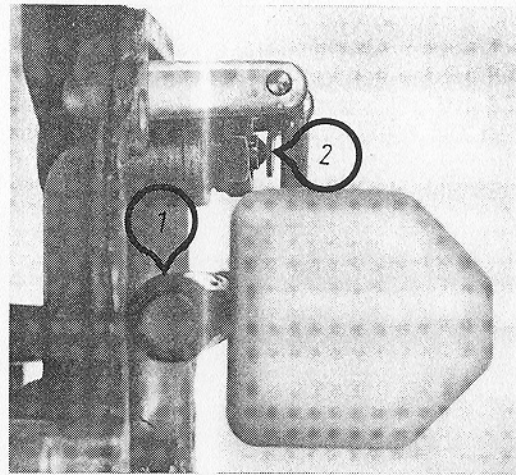

Bild 2.10 Kontrolle der Regulierung des Schwimmerstandes an der Schwimmerhebelzunge (2) durch Einlegen eines tolerierten Spiralbohrerschaftes (1)
2. Stimmt die Einstellung der Schwimmerhebelzunge und damit des Schwimmerstandes nicht, legt man zwischen Vergaserdeckel mit Dichtung und Schwimmer den Schaft eines Spiralbohrers $\varnothing 13$ mm bzw. $\varnothing 11$ mm und bringt den Schwimmer hieran zur Anlage. Der sich zwischen Schwimmerhebelzunge und abgefederter Kugel des Schwimmernadelventils ggf. zeigende zu geringe oder zu große Abstand wird durch vorsichtiges, leichtes Verbiegen der Schwimmerhebelzunge korrigiert (Bild 2.10). Dabei ergibt ein Nachbiegen in Richtung Vergaserdeckel einen niedrigeren Kraftstoffstand im Schwimmergehäuse, ein Nachbiegen in entgegengesetzter Richtung einen höheren.